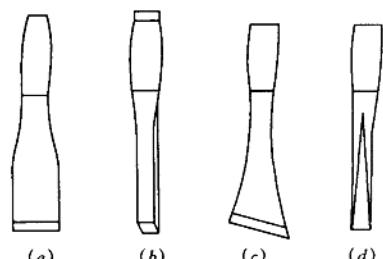

图 1-9 凿的种类
(2) 凿。凿是用来打眼、凿孔、剔槽及在狭窄处作切削的工具。凿由硬质木柄和优质工具钢凿体组成。凿的种类很多，常用的有宽凿、窄凿、斜凿和圆凿几种，如图 1-9 所示。